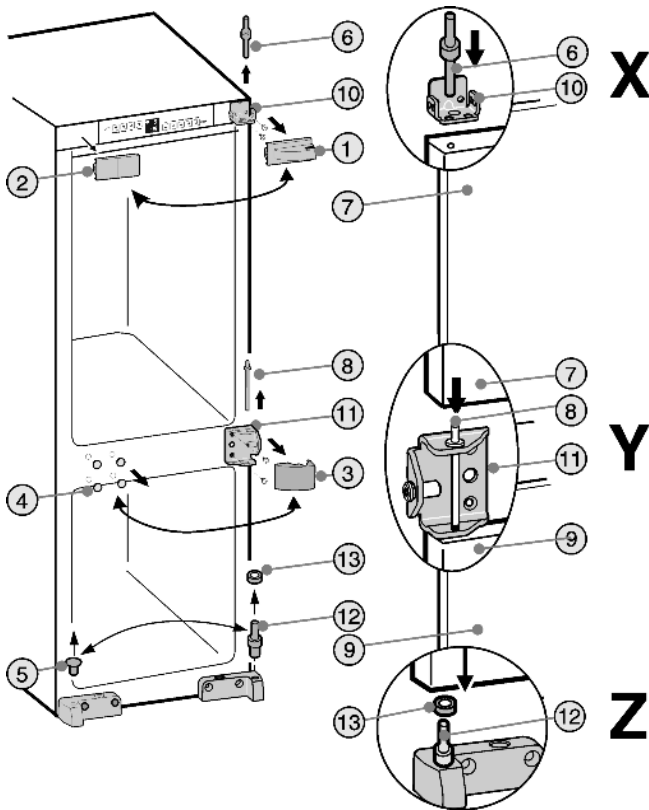

Fig. 3
► Abdeckteile Fig. 3 (1,2,3,4,5) abheben.
- Lagerbolzen Oben Fig. 3 (6) aus der Kühlteiltür Fig. 3 (7) herausschrauben.
- Kühlteiltür Fig. 3 (7) leicht nach vorne kippen und nach oben abheben.
- Lagerbolzen Mitte Fig. 3 (8) herausschrauben.
- Gefrierteiltür Fig. 3 (9) abheben.
- Lagerbock Oben Fig. 3 (10) und Lagerbock Mitte Fig. 3 (11) abschrauben und auf der Gegenseite mit den gleichen Schrauben wieder anschrauben.
- Lagerbolzen Unten Fig. 3 (12) mit Scheibe Fig. 3 (13) umsetzen.
- Gefrierteiltür unten auf Lagerbolzen Fig. 3 (12) und Scheibe Fig. 3 (13) aufsetzen. **Detail Z**
- Lagerbolzen Mitte Fig. 3 (8) durch den Lagerbock Mitte Fig. 3 (11) ins Türlager einsetzen und festschrauben. **Detail Y**
- Kühlteiltür auf den Lagerbolzen Mitte Fig. 3 (8) aufsetzen. **Detail Y**
- Lagerbolzen Oben Fig. 3 (6) durch **äußeres** Loch im Lagerbock Fig. 3 (10) ins Türlager der Kühlteiltür Fig. 3 (7) einsetzen und festschrauben. **Detail X**
- Abdeckteile Fig. 3 (1,2,3,4,5) jeweils auf der Gegenseite wieder um 180° gedreht wieder montieren.